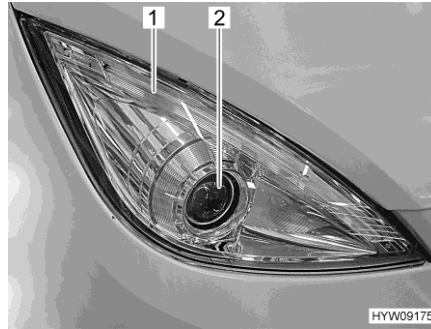

Bild 229 Frontscheinwerfer
Tagfahrlicht und Fahrtrichtungsanzeiger sind LED-Leuchten (Bild 229,1). Zum Wechseln der LEDs einen autorisierten Handelspartner oder eine Servicestelle aufsuchen.
**Abblendlicht/Fernlicht (Bild 229,2)**